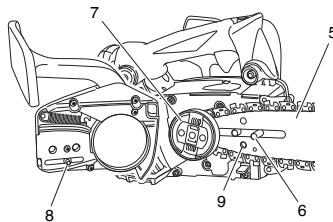

Fig. 4
- Installez le guide de chaîne (5) sur les boulons (6), puis poussez-le au maximum vers le pignon (7). (**Fig. 4**)